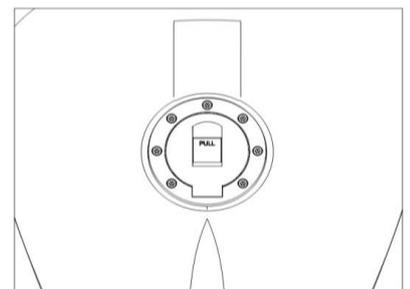

Fig. 8 Tampa depósito de combustível
### (2) Para abrir a tampa do depósito de combustível (Fig. 8)